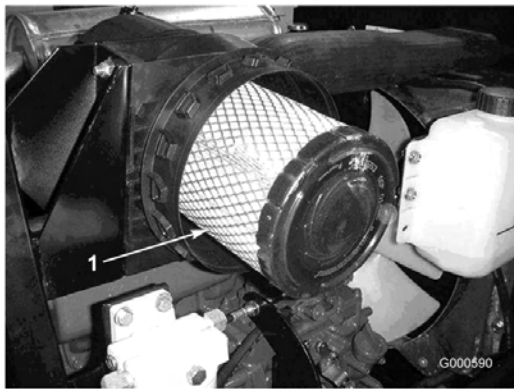

Figura 32
3. Retire e substitua o filtro primário (Figura 32).